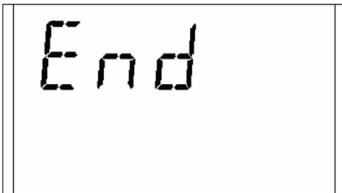

Fig. 12 Calibración completada
- Cuando el valor de gas se haya estabilizado, la visualización alterna de la pantalla se detendrá. Si la calibración ha sido satisfactoria, se muestra END [fin] durante aprox. 2 segundos [-> Fig. 12].